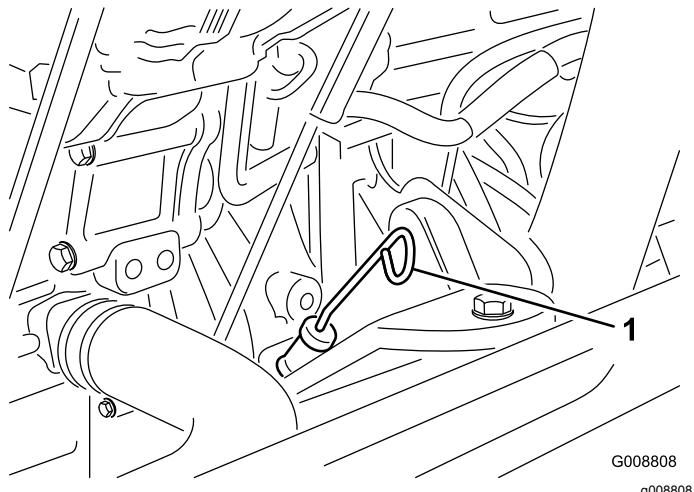

Figura 12
- Il livello dell'olio deve trovarsi tra i parametri di sicurezza (Figura 12).